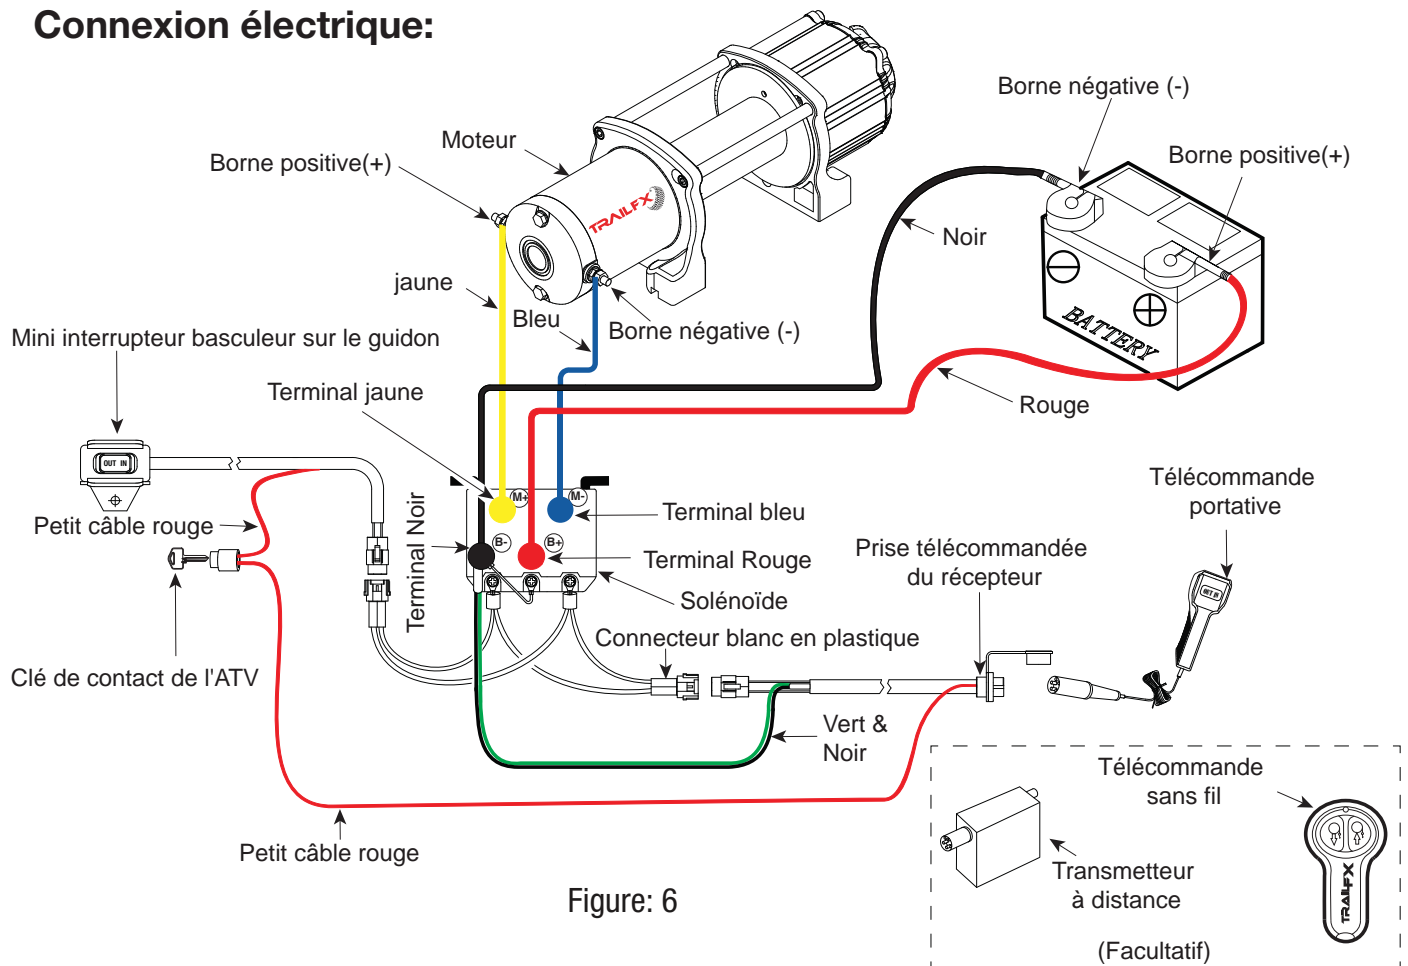

Figure: 6
1. Veuillez-vous référer à la Figure 6 lors de l'établissement des connexions électriques.